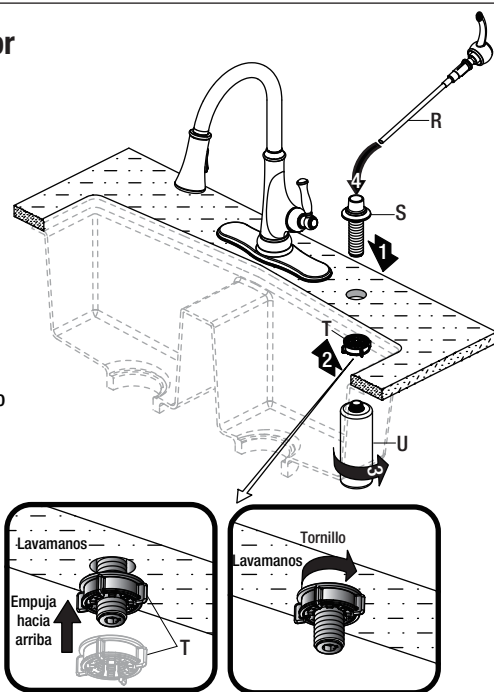

Fig 1
- ❑ Aprieta el lado indicado por las flechas (5) debajo del paquete de las baterías (P) y luego hala hacia abajo para quitar la cubierta (1). Ver la fig. 1
- Inserta el ensamblaje para jabón (S) en el orificio seleccionado del fregadero. Asegura el ensamblaje para jabón en el fregadero con la tuerca de montaje incluida (T) para el dispensador de jabón. Alza la tuerca de montaje (T) para el dispensador de jabón hacia el fregadero y gira con la mano para ajustar, como se muestra en la fig. 1.
- Desde abajo del fregadero, enrosca la botella de jabón (U) en el vástago del ensamblaje para jabón (S). Inserta la bomba para jabón (R) abajo en el ensamblaje para el jabón (S).